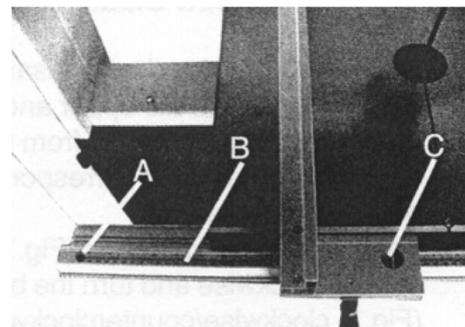

Abb. 16: Parallelanschlag-Skala
Schritt 1: Schieben Sie den Parallelanschlag in Richtung Sägeband und lösen Sie die Schraube (Abb. 16; A).
Schritt 2: Verschieben Sie die Skala entlang der Markierung im Sichtfenster. Falls nötig können Sie die Schraube (Abb. 16; A) auch an einer anderen Position einfügen, um die Skala zu befestigen.